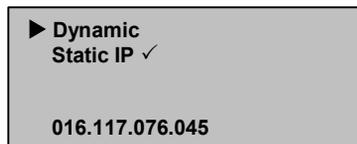

Abbildung 25: Festlegen von dynamischer IP-Adresse
7. Scrollen Sie zur Option **Static IP** (statische IP-Adresse). (Siehe Abbildung 25.)